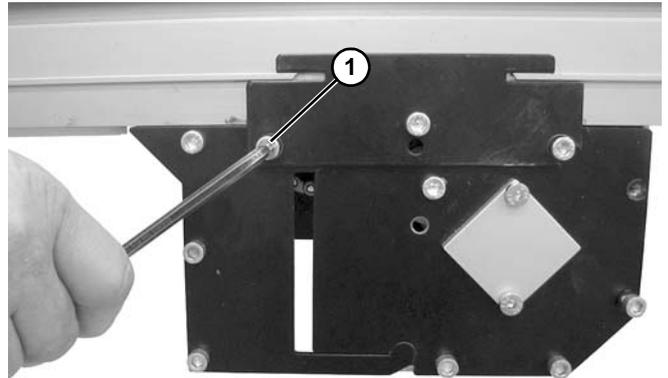

Abbildung 46
1. Schraube (Abbildung 46, Teil 1) auf beiden Seiten des Förderbands lösen.